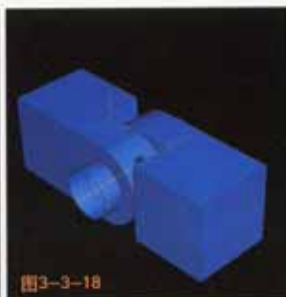

图3-3-18
8. 从主菜单中选择Instance→Translate, 选择Pine, 点击Done, 在CAE警告信息栏中点击Yes。在提示栏输入(0,0,0)和(0,0,0.02), 敲回车。在提示栏点击OK。最终的构形如图3-3-18显示。